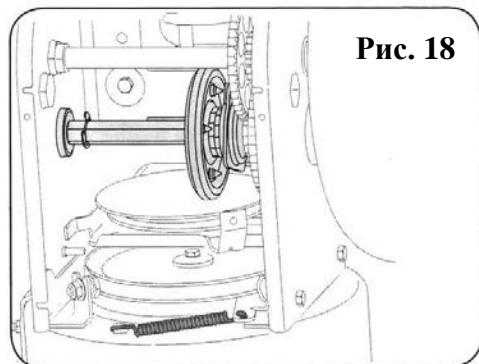

Рис. 18
2. Нанесите легкое покрытие всесезонной многоцелевой смазки на шестигранный вал. Смотрите рисунок 18.